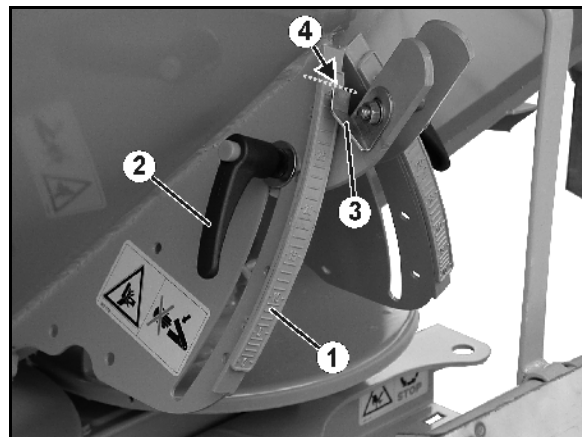

图 65
2. 拧开翼型螺母（图 65/1）。
4. 将两个操纵杆（图 65/4）的读取边（图 65/3）设置为该刻度值。
5. 重新拧紧翼型螺母（图 65/1）。